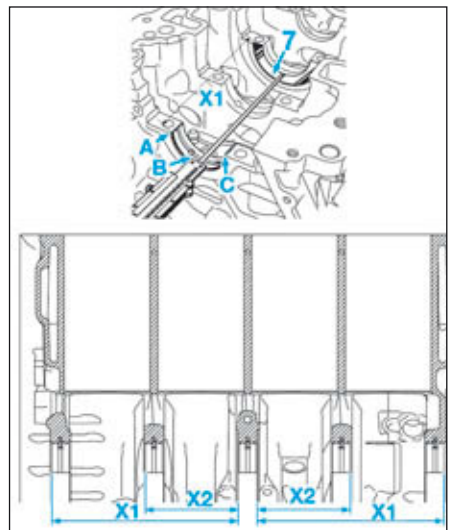

FIG.72
- Mesurer la distance (X1) entre la face d'appui (7) et le bord du coussinet aux points (A), (B) et (C) à l'aide d'une jauge de profondeur (Fig.72).